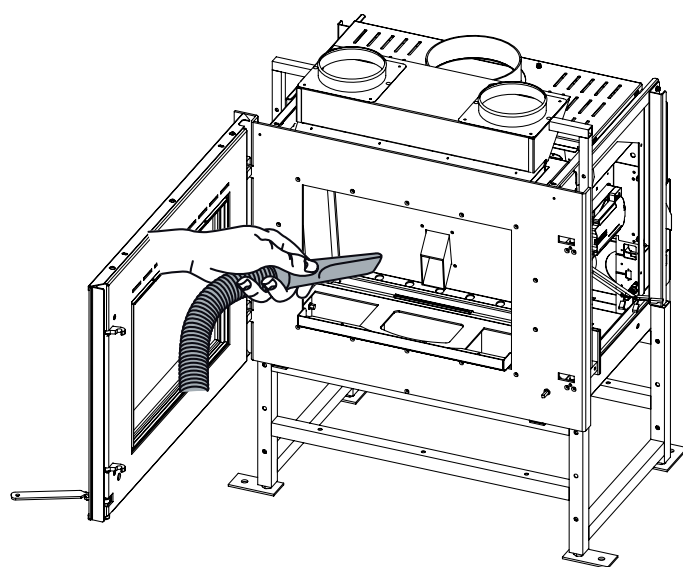

Fig. 15.8
- 3) aspirer la cendre ou la suie qui s'est déposée derrière le panneau de fond (Fig. 15.8).